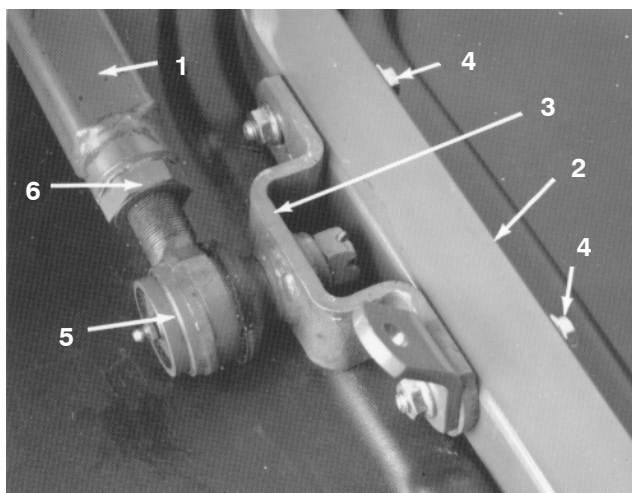

Fig. 20
6. Be en annan person om hjälp med att trycka ned den vänstra skjutarmen medan du tar bort huvudskruvarna, planbrickorna och låsmuttrarna som fäster kullefsfästet och kedjefästet vid hjularmen på klippenheten (fig. 20). Nu kan den andra personen försiktigt låta skjutarmen röra sig uppåt, vilket gradvis minskar fjäderbelastningen på 68 kg.
5. Be en annan person om hjälp med att trycka ned den vänstra skjutarmen tills hålen i kullefästet är i jämnhöjd med hålen i hjularmen (fig. 20). Skjut omedelbart in en tråkloss på 10 x 10 cm mellan skjutarmens övre del och chassits undersida.